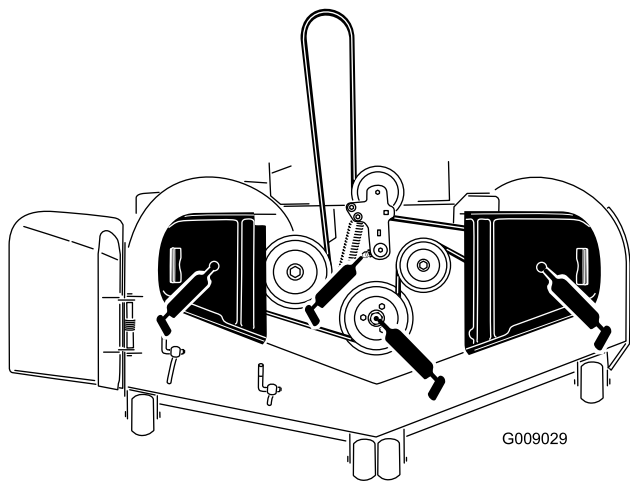

Figure 43
3. Graissez le pivot de la poulie de tension du tablier de coupe jusqu'à ce que la graisse ressorte par le bas (Figure 43).
4. Tondeuses série 6000 avec tabliers de coupe de 183 cm (72 po) seulement – Lubrifiez les roulements des 3 axes jusqu'à ce que la graisse ressorte par les joints inférieurs (Figure 43).
6. Graissez le bras de la poulie de tension de la courroie d'entraînement (Figure 43).